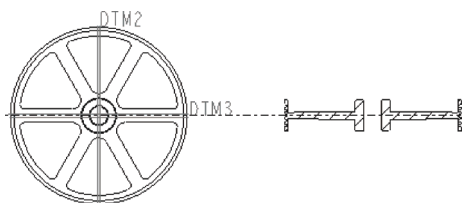

图 14-42 创建旋转视图
STEP 06 在“绘图视图”对话框中单击“确定”按钮, 然后在绘图区空白位置单击鼠标左键, 即可创建旋转视图, 效果如图 14-42 所示。